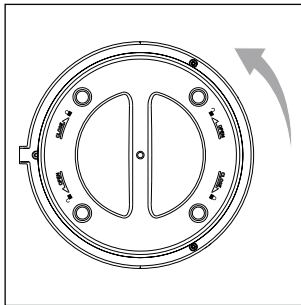

Abb.3
3. Drehen Sie den Gehäusedeckel **9** an der Unterseite des Gerätes ein Stück gegen den Uhrzeigersinn in Richtung **OPEN** **🔓**, um ihn zu öffnen (siehe Abb. 3). Entfernen Sie dann den Gehäusedeckel **9** vom Gerät.